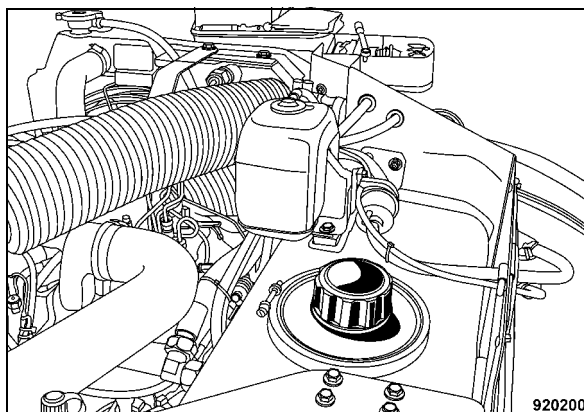

Fig. 127
- Retirar la tapa de cierre del depósito de aceite hidráulico (Fig. 127).